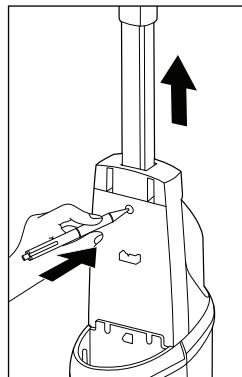

Fig. 2
- Lorsque vous souhaitez retirer à nouveau la partie portable **1** de l'appareil, vous devez commencer par sortir le réservoir d'eau fraîche **11** de l'appareil, pour accéder à l'encliquetage de la partie portable **1** (voir le chapitre **Remplir le réservoir d'eau fraîche**). Une fois le réservoir d'eau fraîche **11** retiré, appuyez sur l'encliquetage de la partie portable **1** à l'aide d'un objet pointu pour l'éloigner de l'orifice d'encliquetage. Vous pouvez ensuite retirer à nouveau la partie portable **1** de l'appareil (voir fig. 2).